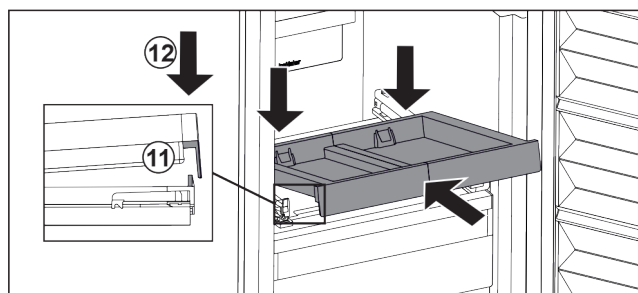

Fig. 93
- ▶ Šikmo zasuňte. Dbejte, aby byl na obou stranách doraz za západkou. Fig. 93 (11)
- ▶ Usadte vpředu vysouvací přihrádku. Fig. 93 (12)